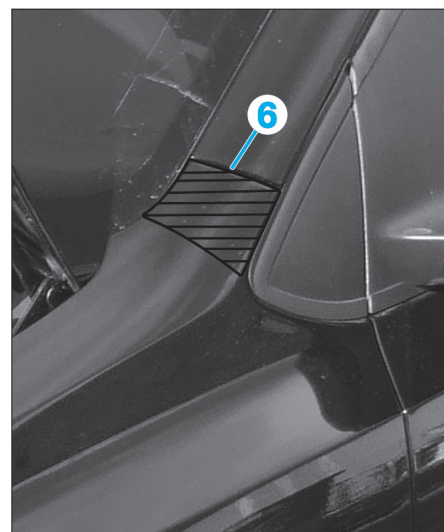

FIG. 117
- la vis de fixation (5),
La zone collée (6) de maintien l'aile avant (Fig.117) devra être coupée avec un outil tranchant.